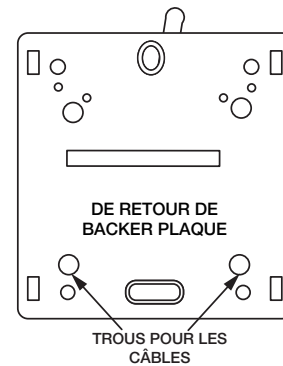

Figure 24.3
- c. Slide les fils du thermostat à travers l'arrière de la plaque de montage (**Figure 24.3**).